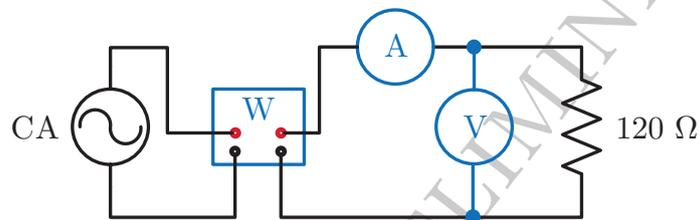

Figura 2: Circuito para la medición de potencia activa en carga resistiva.
4. Armar el circuito de la Figura 2.